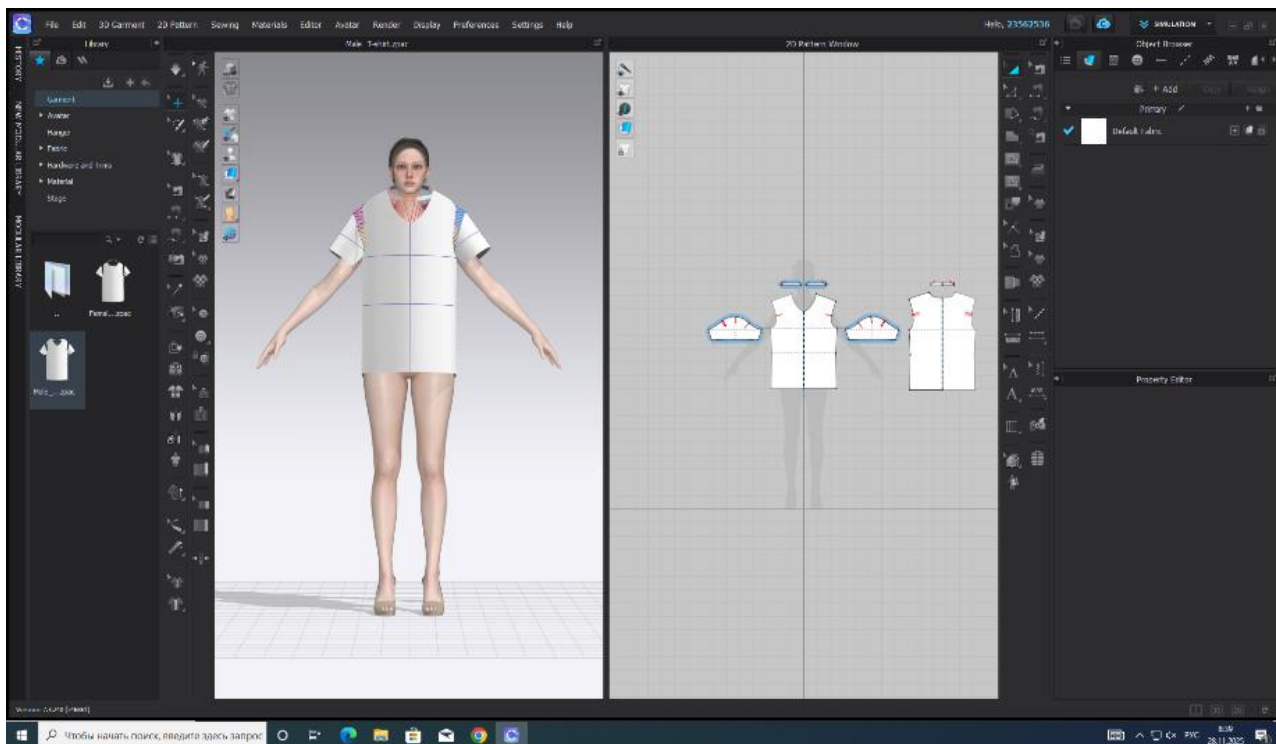

Рисунок 4.3 – Редактирование лекал
2. *Редактирование лекал*: перемещение и изменение точек, линий и кривых. Добавление вытачек, складок, разрезов. Масштабирование и трансформация деталей (рис. 4.3).